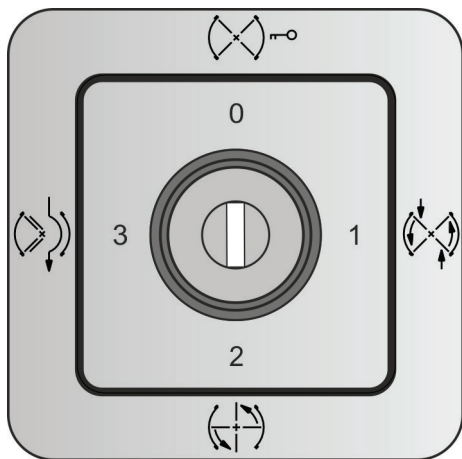

Рис. 54 Переключатель программ
1. Убедиться в том, что переключатель программ установлен в положение  «Off» (Выключено) (рис. 54).